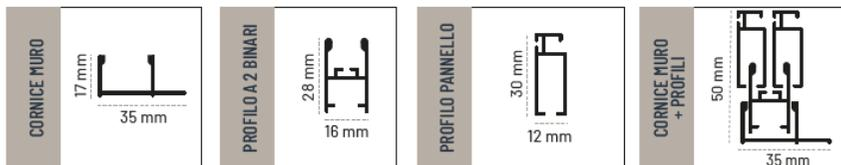

Figura 4
- Assicurarsi che ci sia lo spazio utile necessario per l'installazione della configurazione relativa ai profili prescelti (vedi figura 4).